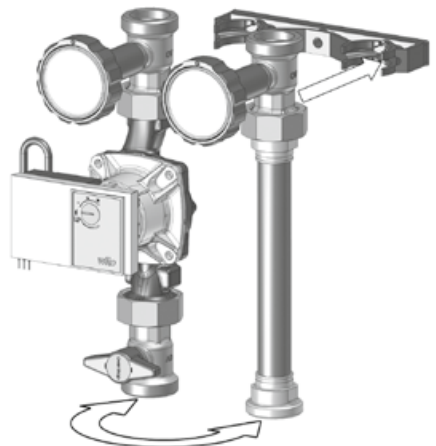

Abb. 12
6. Den dem Stellmotor beiliegenden **Adapter (3)** (siehe Abbildung 12) auf das Mischerküben setzen.